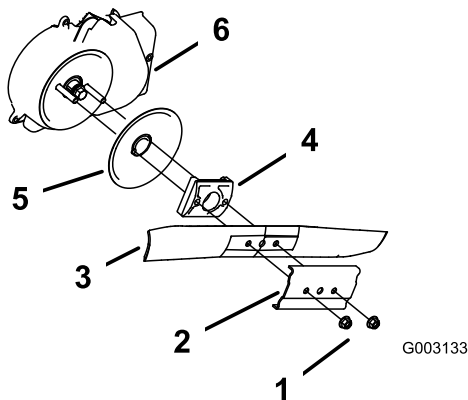

Bild 32
3. Entfernen Sie die beiden Messermuttern und die Verstärkung (Bild 32).
4. Entfernen Sie das Messer (Bild 32).
5. Nehmen Sie den Messermitnehmer und die Scheibe heraus (Bild 32).
6. Entfernen Sie das Schutzblech der Messerbremse (Bild 32).
10. Bauen Sie das zuvor ausgebaute Messer und die Verstärkung wieder ein (Bild 32).